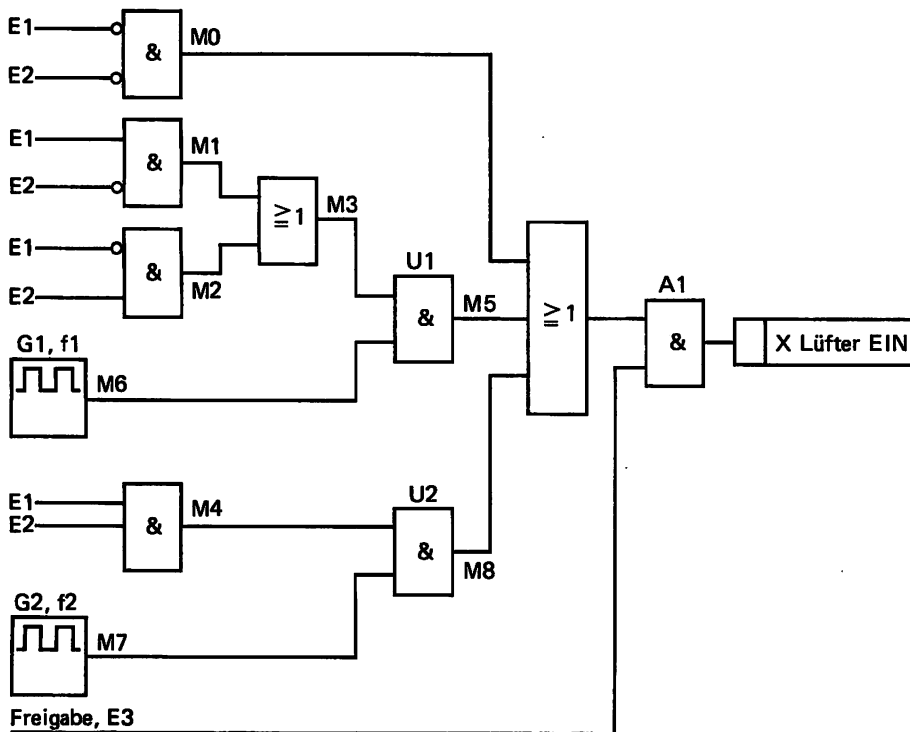

Bild E49.1
b) Den Funktionsplan zeigt das Bild E49.1.